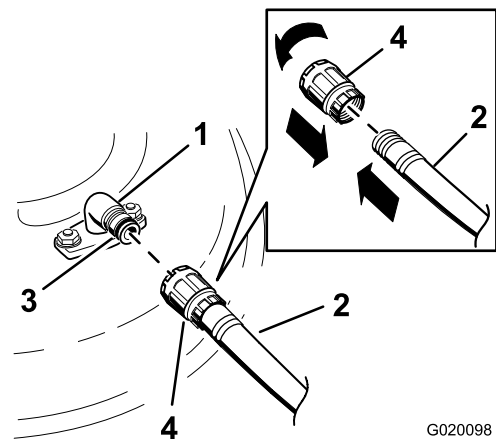

Bild 77
- Montieren Sie die Schlauchkupplung auf die Kupplung am Mähwerk-Spülanschluss und drehen Sie das Wasser mit starkem Druck auf (Bild 77).